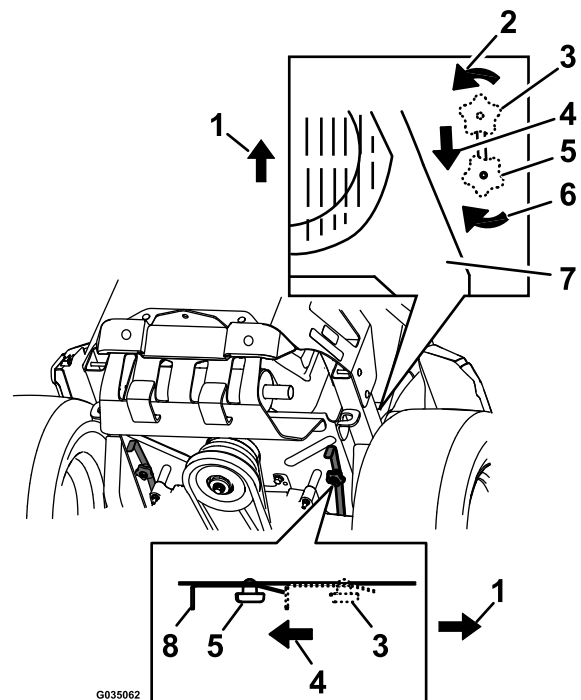

Figure 34
3. Pour pousser la machine, déplacez les boutons de dérivation vers l'arrière et bloquez-les en place (Figure 34).
5. Pour faire fonctionner la machine, amenez les boutons de dérivation en position AVANT et verrouillez-les en place (Figure 34).